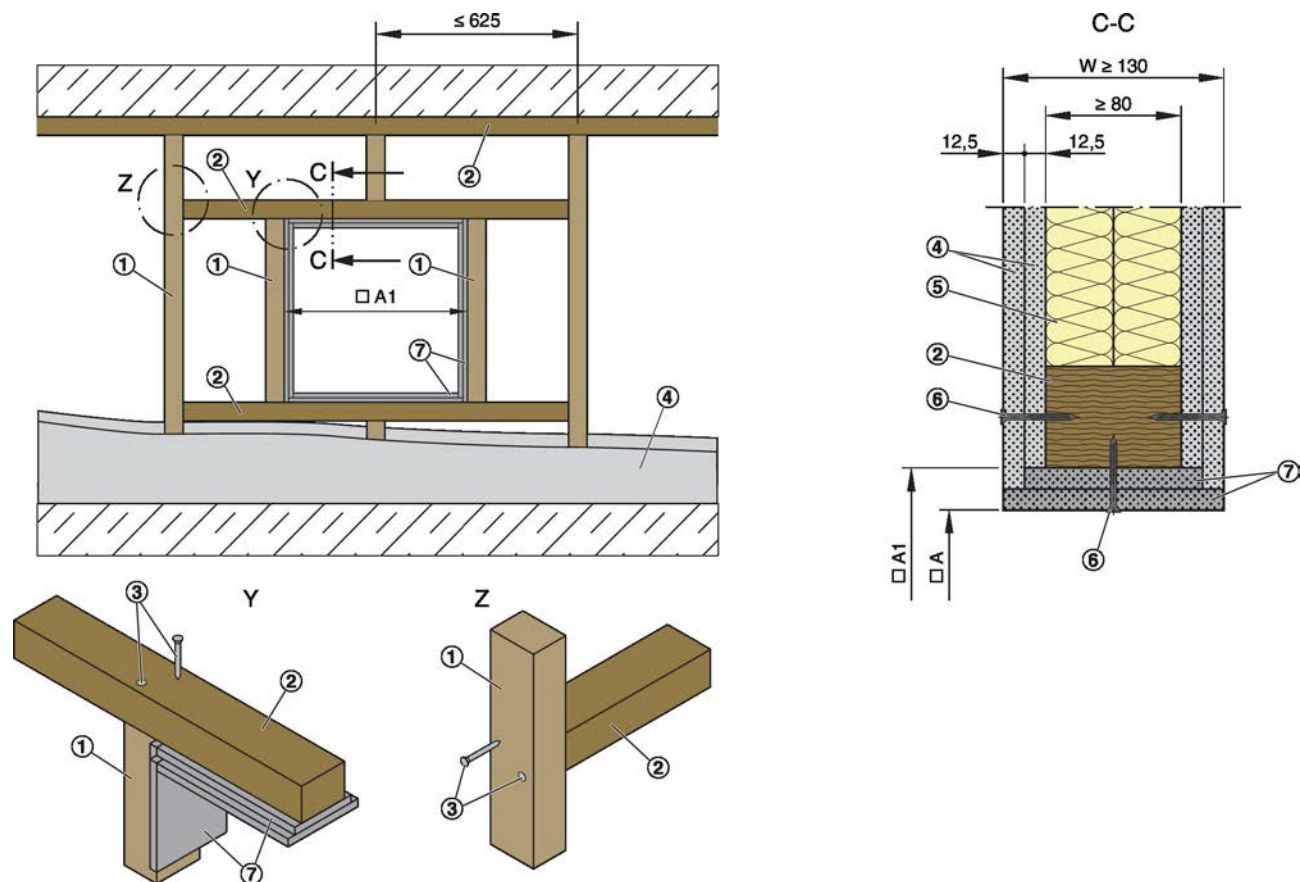
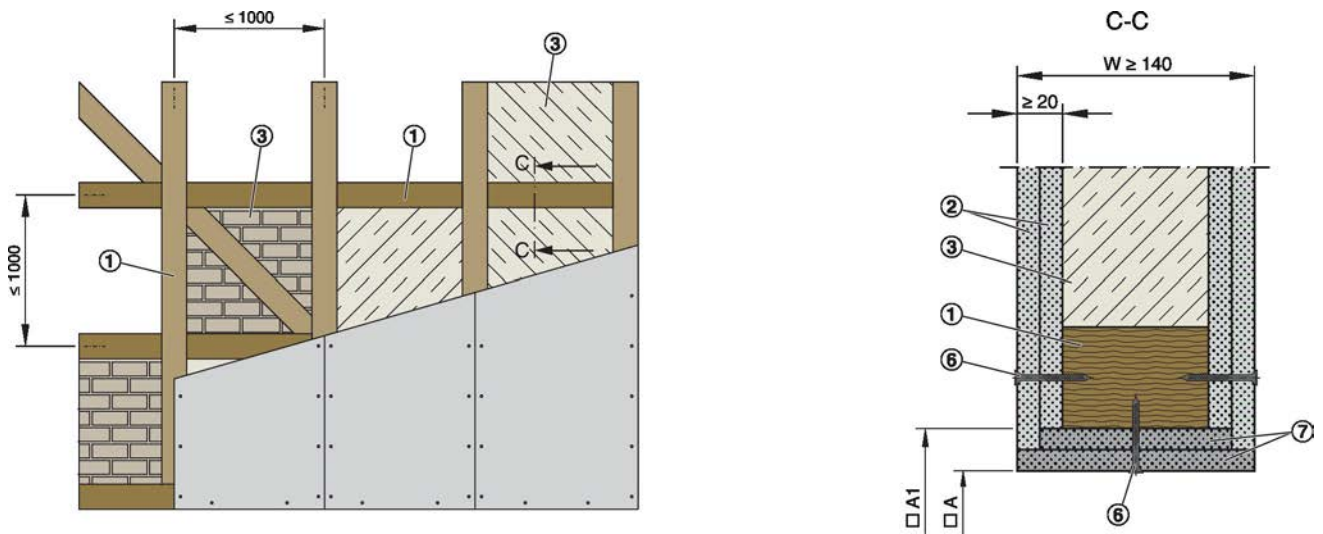

Fig. 39: Pared ligera de sectorización con entramado de madera y aislamiento en un lado
Fig. 40: Pared ligera de sectorización con entramado parcial de madera y aislamiento a ambos lados
- Crear la abertura para instalación con estructuras de entramado de madera ①, tramos horizontales ② y marcos de instalación ⑦; o crear una abertura para instalación con entramado parcial de madera ① con marcos de instalación ⑦, más información Fig. 39 o Fig. 40.